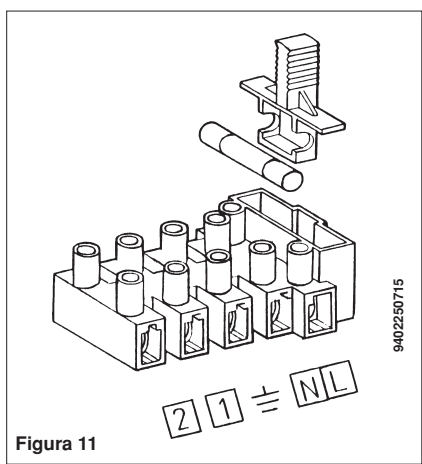

Figura 11
- acceder al tablero de bornes de alimentación (figura 11) como descrito en el capítulo precedente;
- remover el puente sobre los bornes (1) y (2);